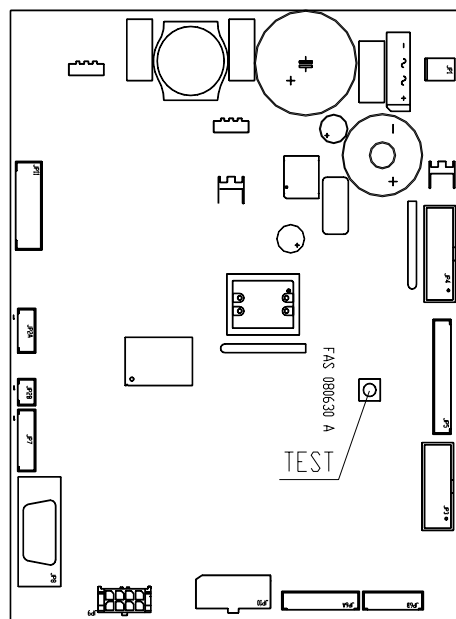

Abb. 3
- Wenn auf dem Display die Zeile "MEMORY CLEARED" erscheint, zur Initialisierung des Speichers den Knopf auf der Hauptkarte im Innern der Münzspeicher-Box (siehe Abb. 3) drücken. Auf dem Display erscheint die Meldung "TÜR OFFEN AUTOMAT IM WARTUNGSMODUS". Der Verkaufsautomat beginnt nun selbständig mit einem Autotest. Wenn kein Fehler gefunden wird, bewegt sich die Säule in Anfangsstellung und das Gerät ist betriebsbereit.